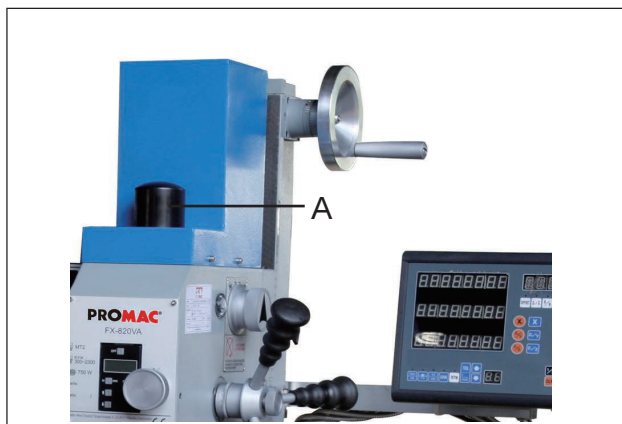

Fig. 14
2. Die Schutzkappe (A, Fig. 14) auf dem Kopfberteil entfernen.